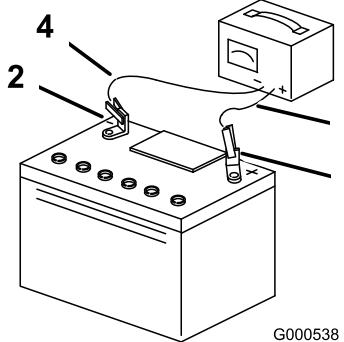

Figure 35
- Quand la batterie est chargée au maximum, débranchez le chargeur de la prise, puis débranchez les fils du chargeur des bornes de la batterie (Figure 35).